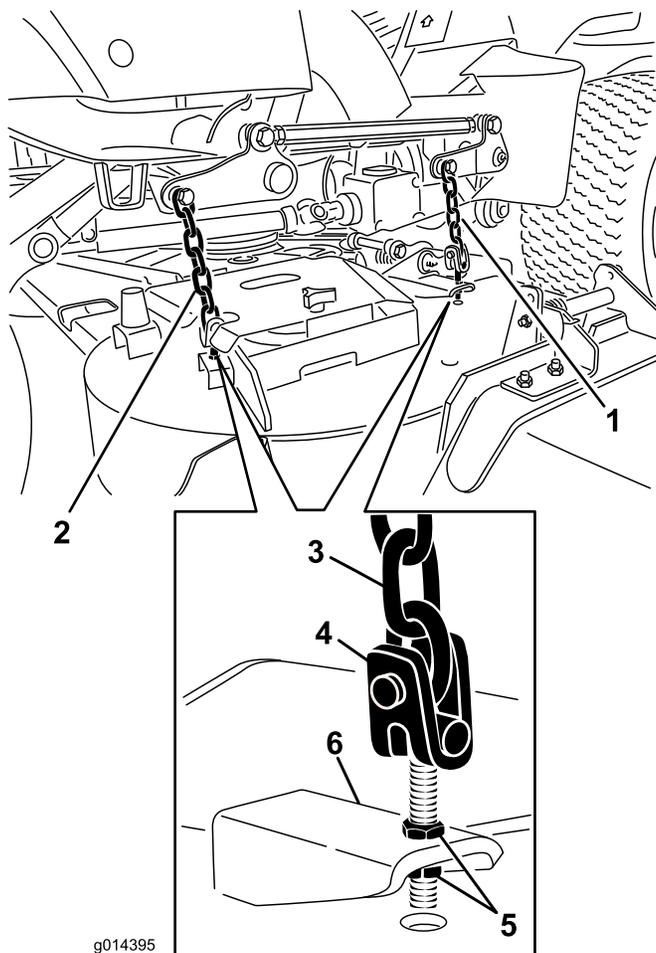

Figure 70
8. Ajustez les écrous de blocage qui fixent les chapes/chaînes au plateau de coupe jusqu'à ce que le plateau de coupe soit de niveau (Figure 70).
7. Ajustez les écrous de blocage qui fixent les chapes/chaînes au plateau de coupe pour élever l'arrière du plateau de coupe de sorte à obtenir une inclinaison de la lame de 8 mm (Figure 70).